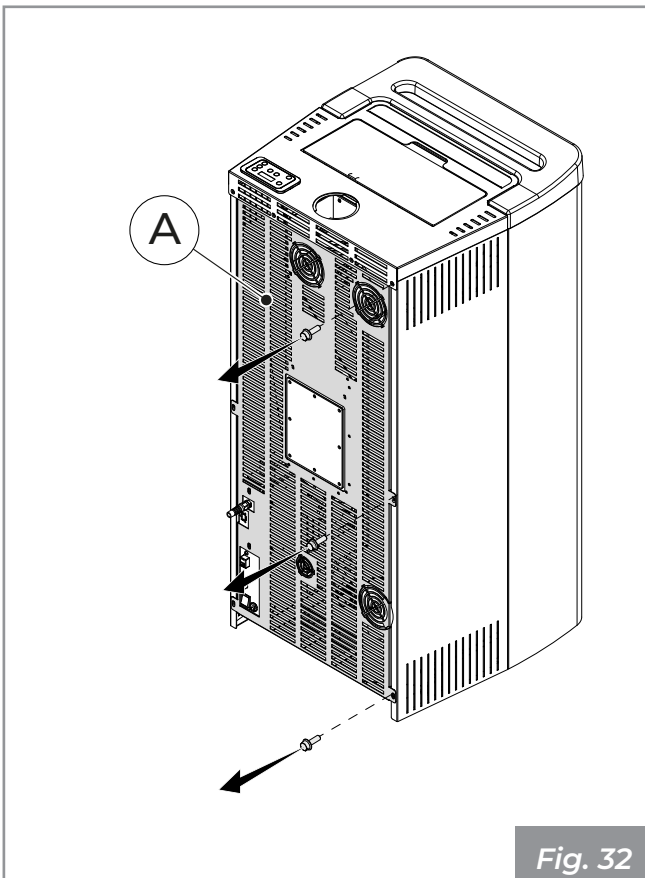

Fig. 32
- Quitar los tornillos de fijación del costado izquierdo y del respaldo (**Fig. 32 - A**).